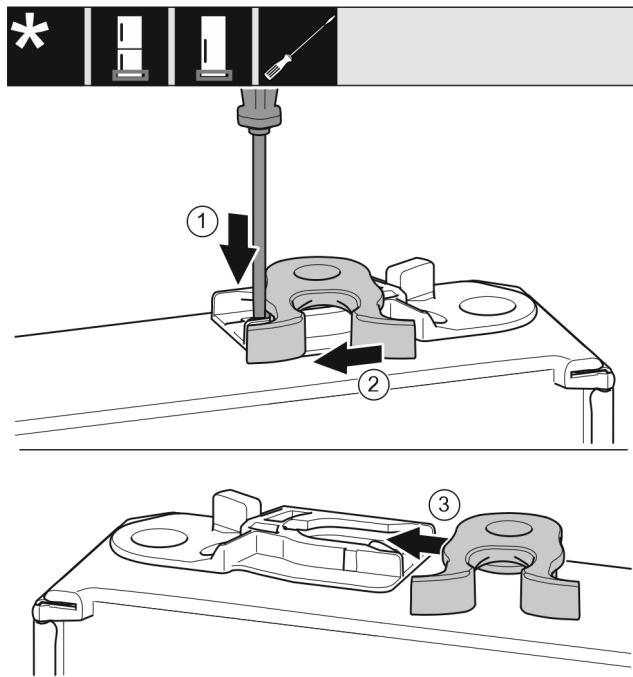

Fig. 19
- ▶ 用带槽螺丝刀向下按住接片 Fig. 19 (1)。
- ▶ 将锁钩 Fig. 19 (2) 从导向装置拉出。
- ▶ 将另一侧的锁钩 Fig. 19 (3) 推入导向装置。